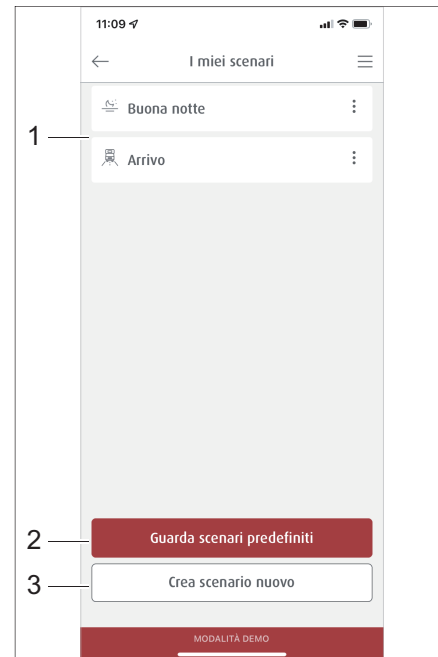

Fig. 292 Gestione degli scenari
Scenari Nell'area *Scenari* sono riportati tutti gli scenari memorizzati (Fig. 292,1). Scenari precostituiti (Fig. 292,2) possono essere visualizzati oppure essere creati ex novo (Fig. 292,3).
- Digitare nel menu *Scenari* il pulsante *Visualizzare scenari precostituiti* (Fig. 292,2).
I pulsanti degli scenari selezionati sono ora bordati di rosso e vengono acquisiti nella lista del menu *I miei scenari* (Fig. 292,1).